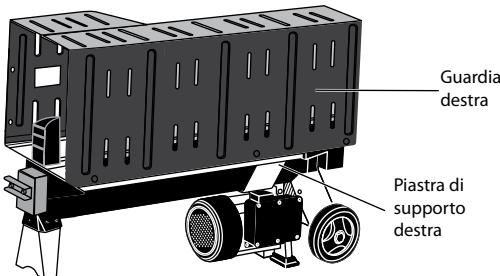
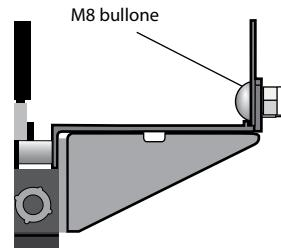
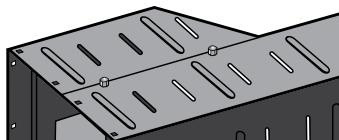

Fig 2a
Fig 2b
Fig 2c
4. Inserire la protezione destra in scanalatura con piastra di base, assicurarsi che i fori del coperchio laterale destro allineati in conformità con i fori con piastra di base, utilizzare 3 bulloni a testa tonda M8 e 3 dadi di bloccaggio per il fissaggio (fig.2a, Fig.2b). Quindi, utilizzando i 2 bulloni a testa tonda M8 e 2 dadi di bloccaggio, collegare insieme le protezioni destra e sinistra (Fig.2c).